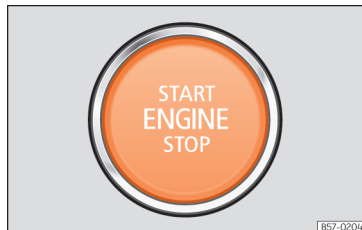

Fig. 130 Na parte inferior da consola central: botão de arranque.
Ao aceder ao veículo o botão de arranque »» **Fig. 130** pisca para chamar a atenção sobre ele.
- Pressione o botão de arranque »» Fig. 130 sem carregar no acelerador. Para que o motor arranque deve existir uma chave válida no veículo. Após o arranque do motor, a iluminação do botão (START ENGINE STOP) muda para iluminação fixa indicando que o motor arrancou.
- *Veículos com botão de arranque:* Pressione brevemente ou botão de arranque » » » Fig. 130.